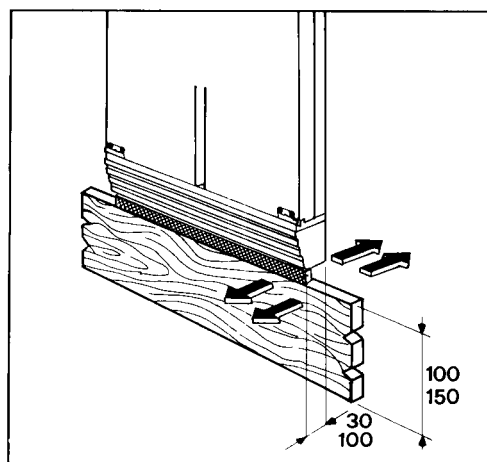

Fig. 12
- Con zoccolo da 100 mm montare il compensatore estetico regolabile in profondità intero (Fig. 12).
- Con zoccolo da 150 mm montare il compensatore estetico regolabile in profondità (Fig. 12).